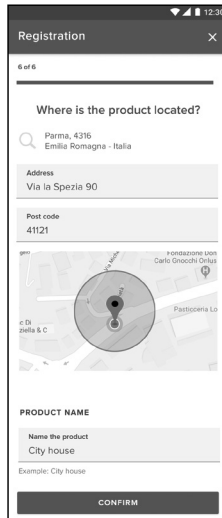

FIG. 8
- Торкніться піктограми об'єктива (РИС. 8), щоб ввести правильну адресу